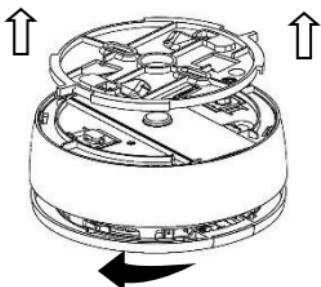

Figure 9
- Pour fixer le détecteur au support de montage, alignez la nervure de la base sur la nervure du support, insérez les crochets de la base dans les cavités du support, puis faites pivoter le détecteur dans le sens des aiguilles d'une montre (*reportez-vous à la Figure 9*).